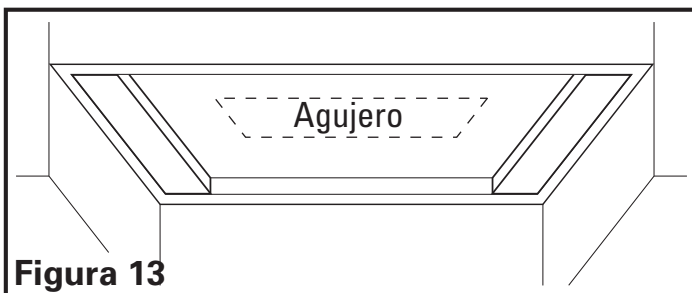

Figura 13
- Marque la ubicación donde se ubicará el adaptador de salida (disponible por separado) en los gabinetes y corte un agujero de aproximadamente 25,4 mm más grande en todos los costados que el adaptador de salida (**Figura 13**).